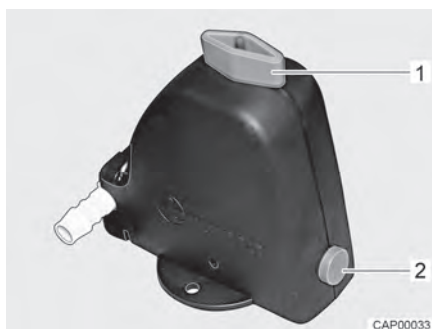
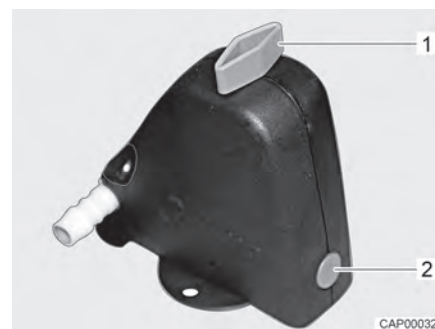

Bild 105 Säkerhets-/avtappningsventil öppen
Bild 106 Säkerhets-/avtappningsventil stängd
- Stäng säkerhets-/avtappningsventilen. Ställ vredet (Bild 105,1) diagonalt mot säkerhets-/avtappningsventilen och tryck in tryckknappen (Bild 105,2). Den stängda säkerhets-/avtappningsventilen visas i Bild 106. Vid temperaturer lägre än 6 °C kan säkerhets-/avtappningsventilen inte stängas.